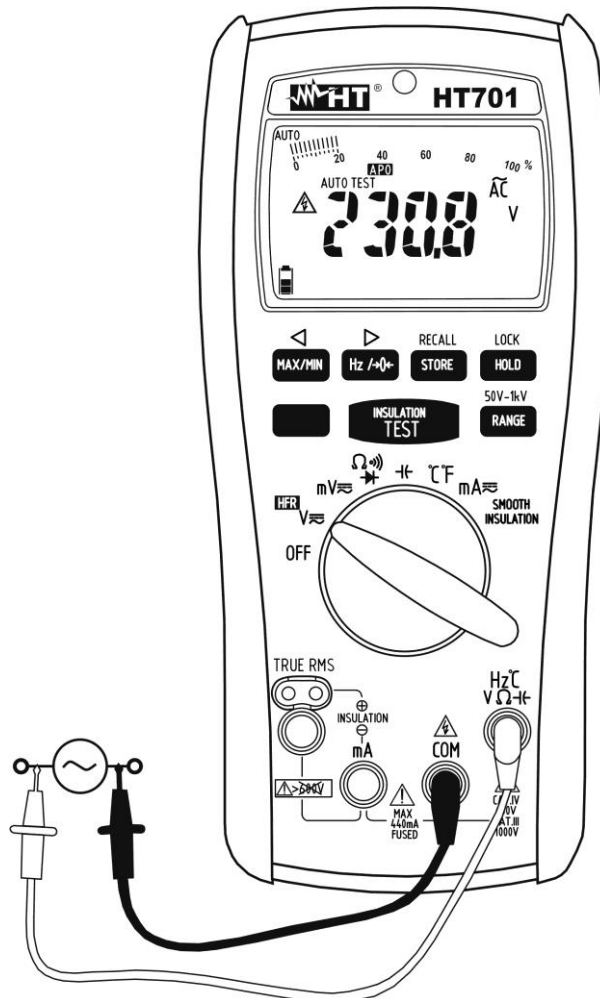

Fig. 3: Uso dello strumento per misura di Tensione AC
4. Inserire il cavo rosso nel terminale di ingresso **Hz~CVΩHz** e il cavo nero nel terminale di ingresso **COM** (vedere Fig. 3)